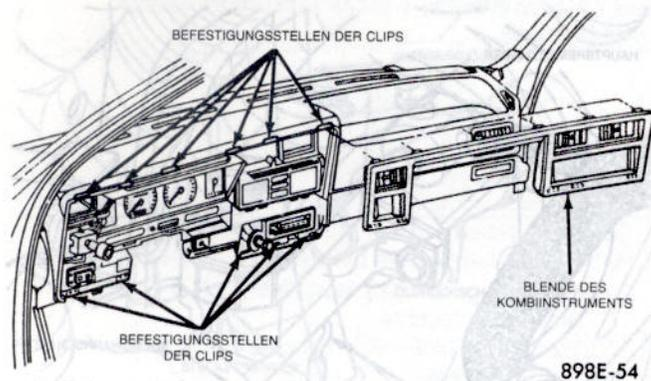

Abb. 1 – Blende des Kombiinstruments
Blende des Kombiinstruments (Abb. 1)
- (1) Minuskabel der Batterie abklemmen, um zu verhindern, daß Fehlercodes des Airbag-Systems gespeichert werden.
- (2) Blende des Kombiinstruments abbauen (Abb. 1).
- (3) Bei Fahrzeugen mit Lenkradschaltung:
- (4) Die vier Schrauben, mit denen das Gehäuse des Kombiinstruments an der Instrumententafel befestigt ist, lösen.
- (5) Kombiinstrument in Richtung Fahrersitz ziehen und die Verdrahtung an der Rückseite des Instruments abziehen.
- (6) Kombiinstrument aus der Instrumententafel nehmen.